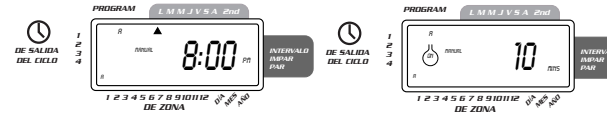

FIGURA 12: Riego manual ya sea en el programa A o en el B únicamente
- Para activar cada una de las estaciones asignadas períodos de riego para el programa A **únicamente**, oprima la tecla **MANUAL**, seguida por la tecla **SIGUIENTE**. Esto activará las estaciones con períodos de riego asignados únicamente en el programa A. Para iniciar el riego semiautomático, oprima **ENTRADA** [Vea la figura 12].